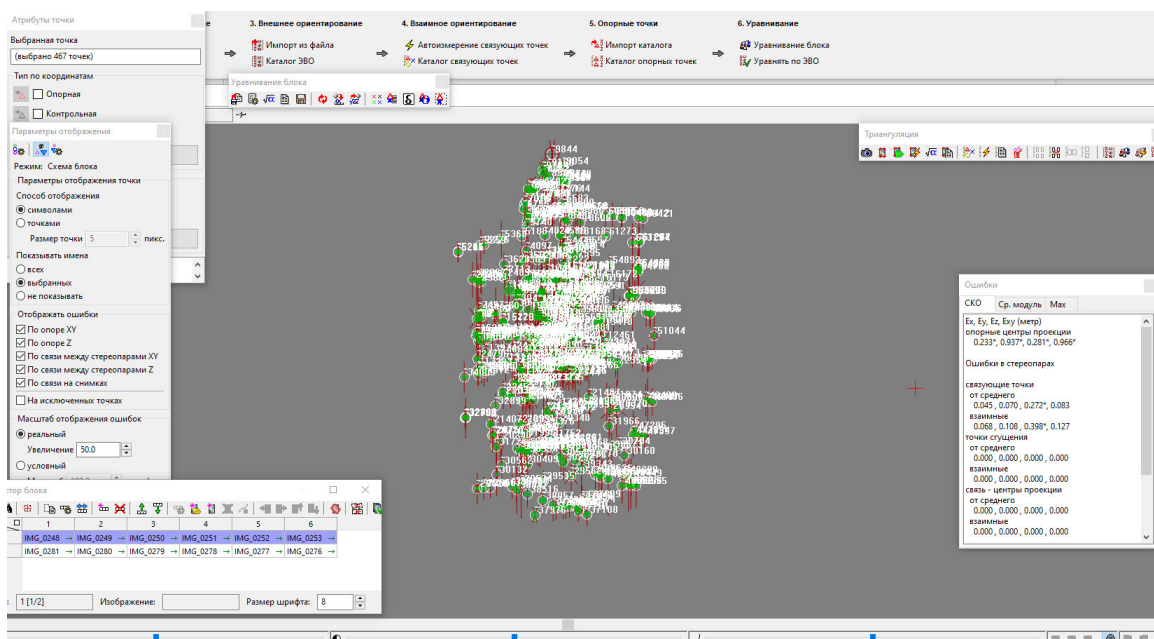

Рис. 36. Общий вид выделенных бракованных точек
- выделить все «бракованные» точки окном (зажать *Shift* и выделить левой кнопкой мыши), как на рис. 36;